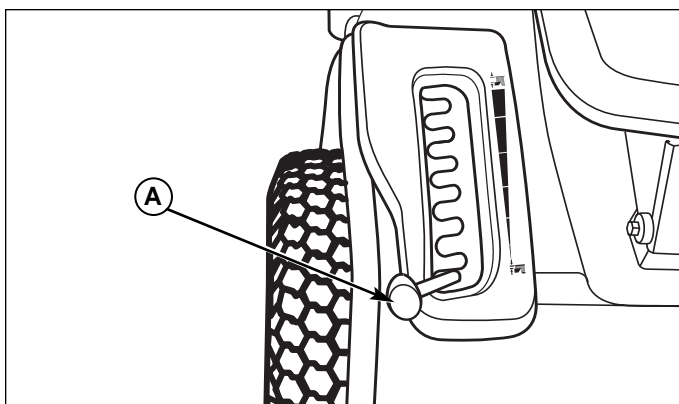

Figure 3. Levier de levage de la tondeuse (position basse)
1. Retirer le bouchon du réservoir de carburant (A, Figure 3).